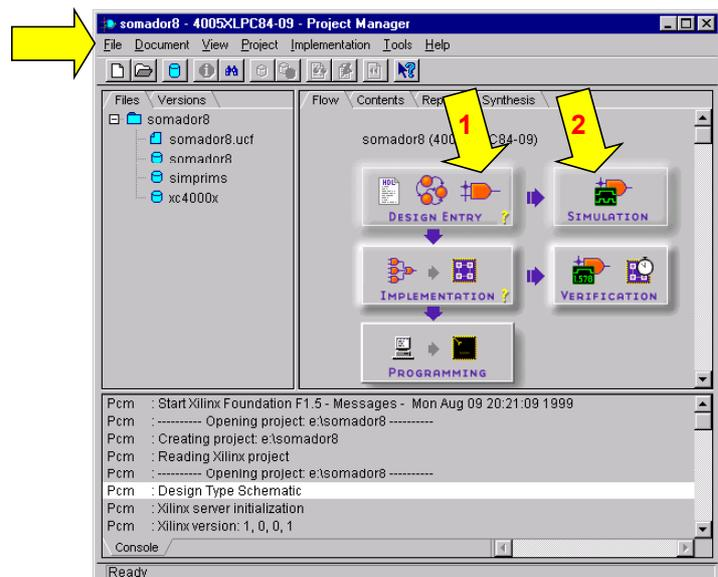

Figura 1 – Janela Principal do Gerenciador de Projeto.
1. Abrir o FOUNDATION (Figura 1).
3. Clicar no botão "Schematic Editor" da janela principal (ver seta 1 - Figura 1).